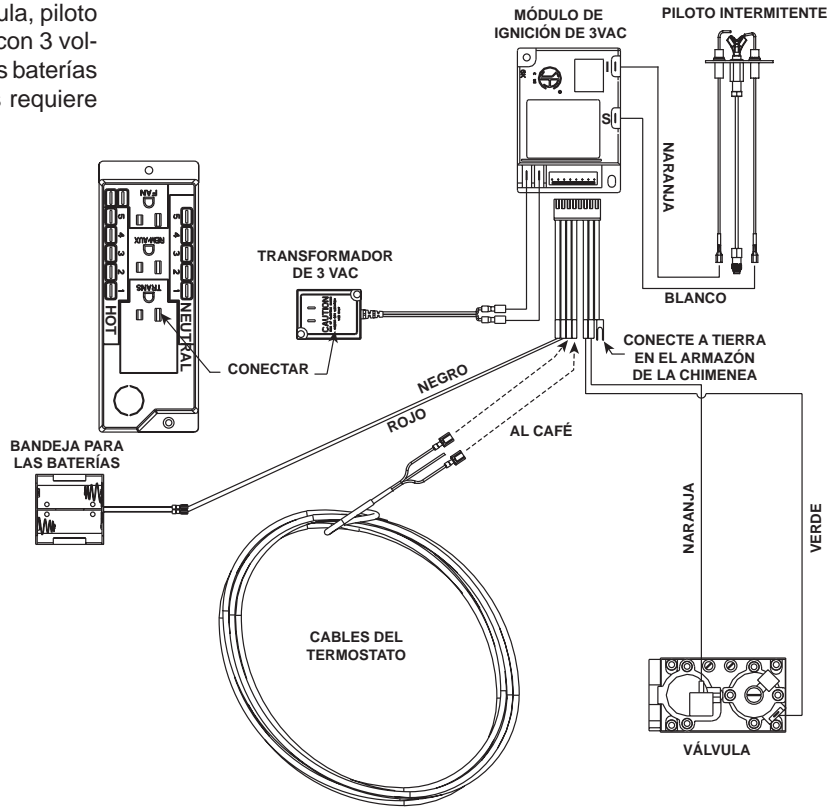

Figura 12.2 Diagrama del cableado del sistema de encendido Intellifire (IPI)
- Consulte las Figura 12.2 y 12.3, Diagrama del cableado del sistema de encendido Intellifire (IPI).